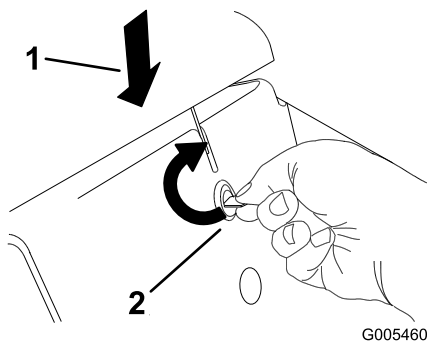

Figura 27
1. Fare pressione sul cofano utilizzando al contempo una moneta o un cacciavite per ruotare il fermo del cofano in senso orario (Figura 27).